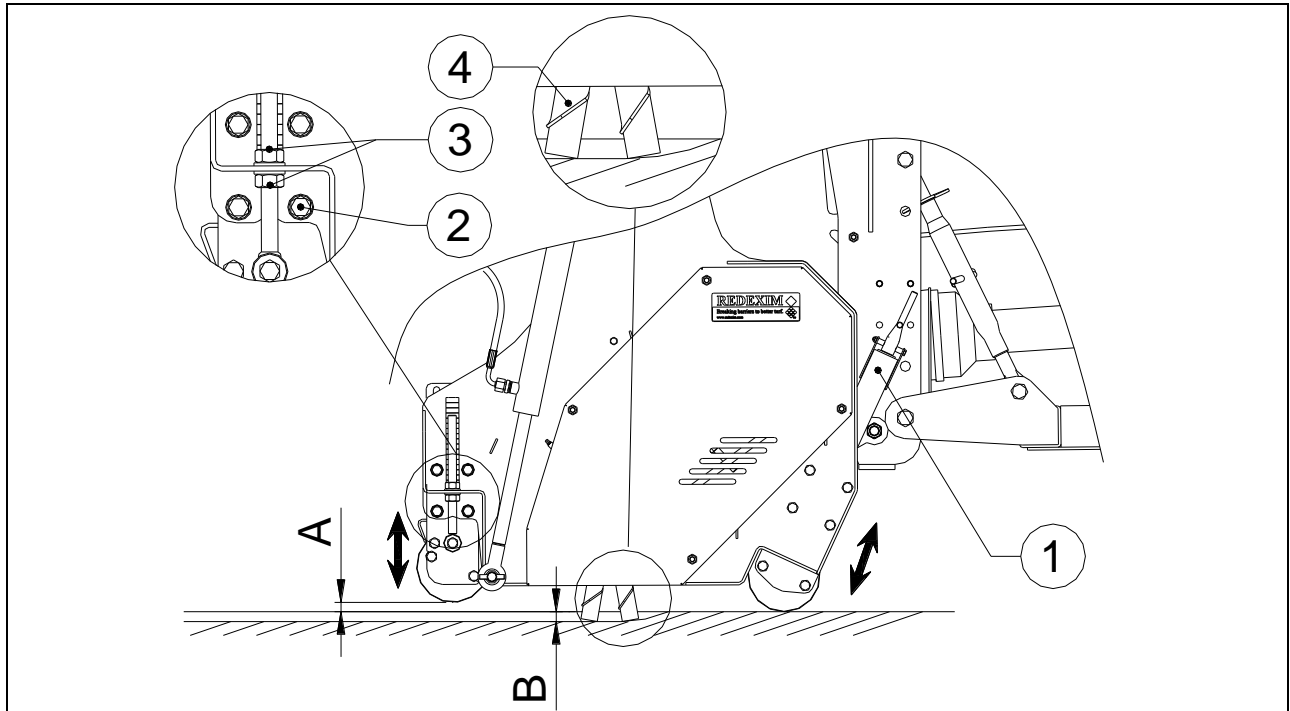

Abbildung 9
Gehen Sie zur Einstellung der Arbeitstiefe wie folgt vor: (siehe Abb. 9)
- ⚠ **Wenn Luftpaddel (siehe Abb. 9 Punkt 4) montiert sind, sollte die Maschine keinesfalls tiefer eingestellt werden, sodass die Luftpaddel immer über dem Boden bleiben.**
-  **Wenn Luftpaddel (siehe Abb. 9 Punkt 4) montiert sind, sollte die Maschine keinesfalls tiefer eingestellt werden, sodass die Luftpaddel immer über dem Boden bleiben.**
5. (Siehe Abb. 9). Lösen Sie an beiden Seiten der Maschine die Bolzen 2 und stellen Sie die Hinterwalze 3 so ein, dass der Abstand über dem Boden A 10 mm (0,4 ") beträgt. Sorgen Sie für eine gleiche Einstellung an beiden Seiten.  Orientieren Sie sich dazu an den Hinweisaufklebern auf den Spindeln.
6. (Siehe Abb. 9). Ziehen Sie die Schrauben 2 und Muttern 3 wieder gut an.